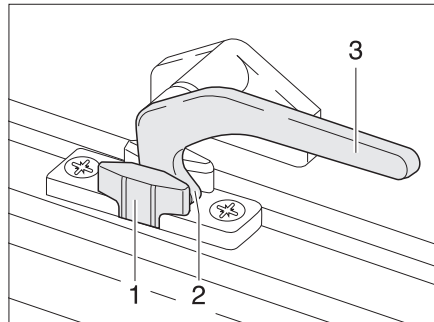
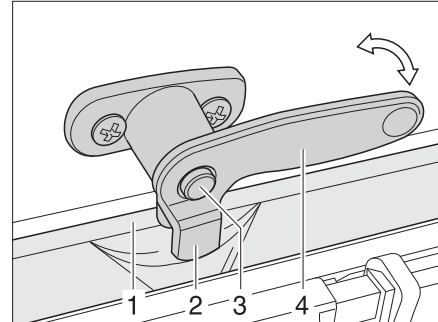

Fig. 66 Levier de verrouillage en position "Aération permanente"
Fig. 67 Levier de verrouillage avec bouton de sécurité en position "Aération permanente"
- En position "Aération permanente" (Fig. 66)
- Si présent, enfoncer le bouton de sécurité (Fig. 67,3) et le maintenir enfoncé.
- Tourner le levier de verrouillage (Fig. 66,3 ou Fig. 67,4) d'un quart de tour vers le centre de la fenêtre.
- Remettre le levier de verrouillage en position initiale. Le tenon de verrouillage (Fig. 66,2 ou Fig. 67,2) doit pénétrer alors dans le logement prévu à cet effet dans le verrouillage de fenêtre (Fig. 66,1 ou Fig. 67,1).